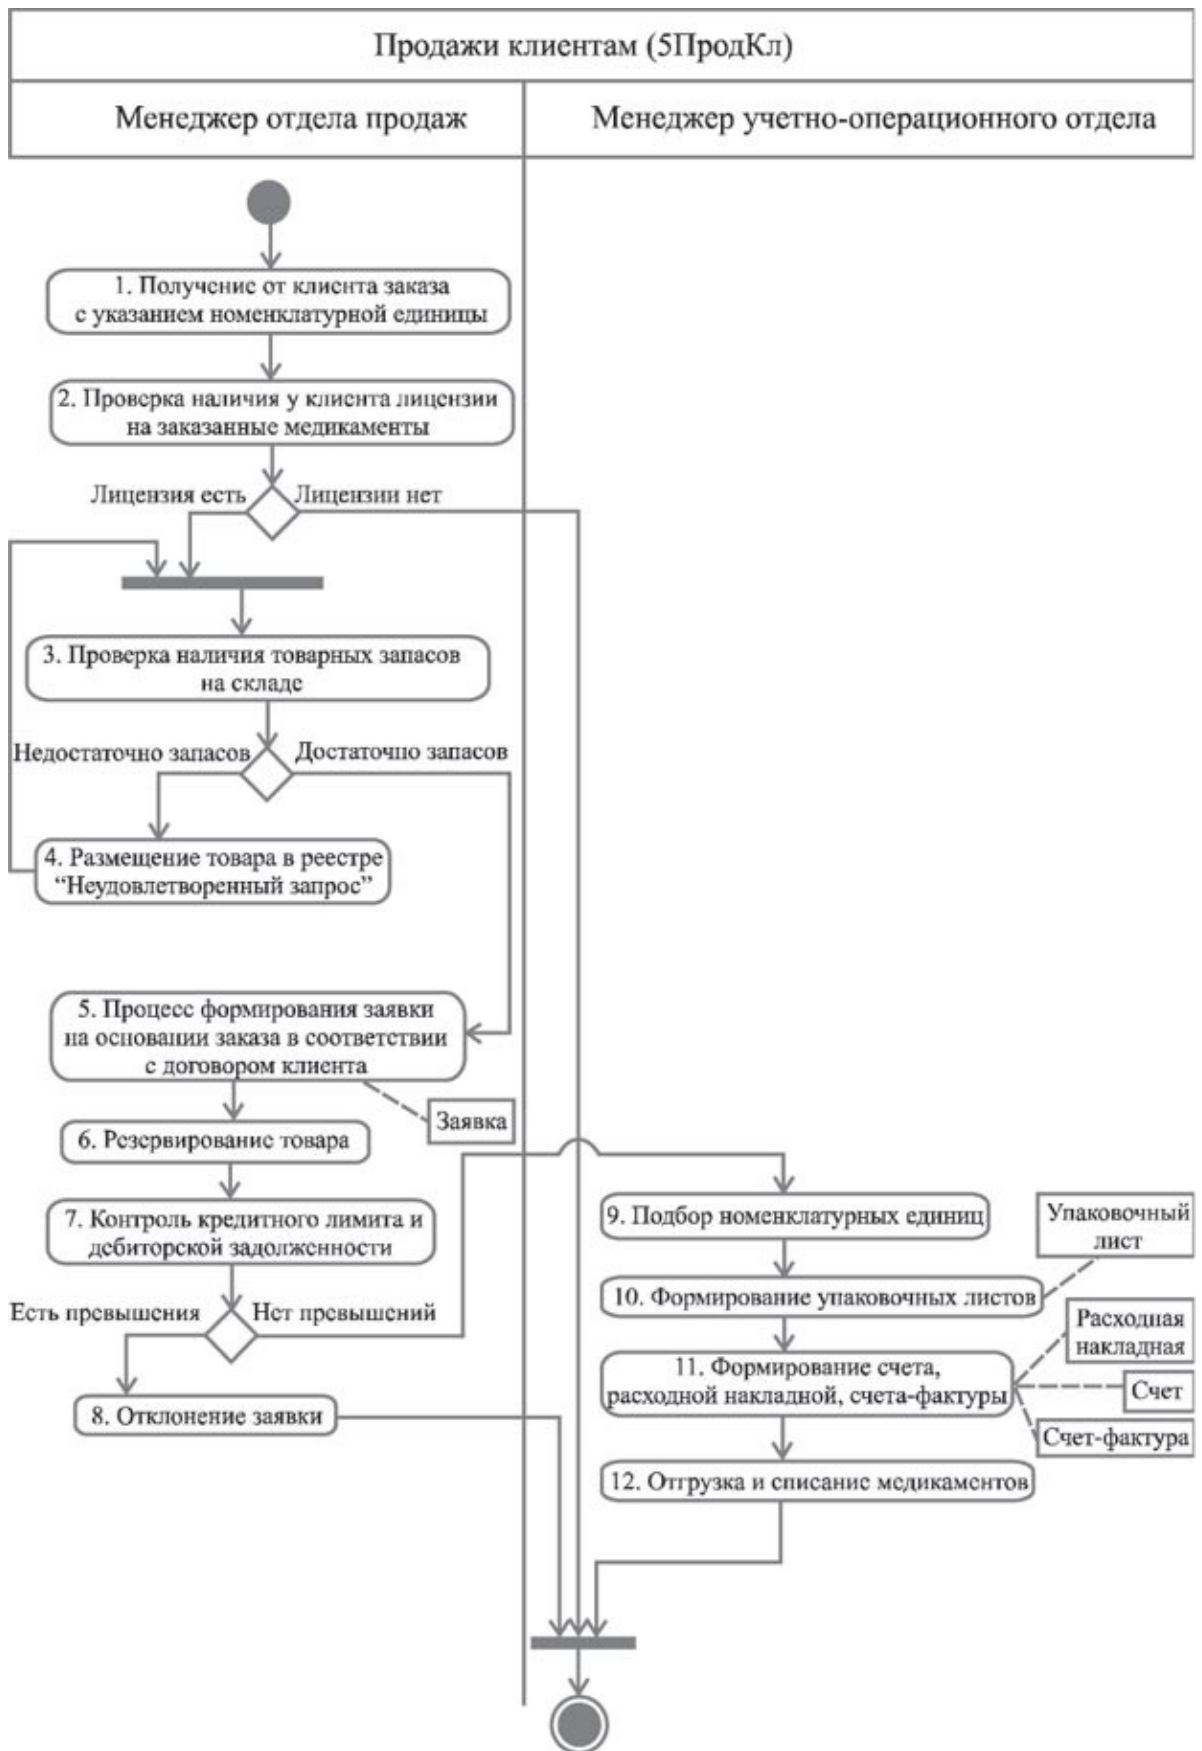

Рис. 11. Диаграмма действий бизнес-процесса "Продажи"
Общий вид диаграммы действий бизнес-процесса "Продажи" представлен рис. 11.
1. В графе 1 проставьте краткое наименование диаграммы - 5Прод_Кл. Кроме того, в этой графе в каждой строке укажите номер операции, соответствующий изображению на диаграмме действий (рис. 11).